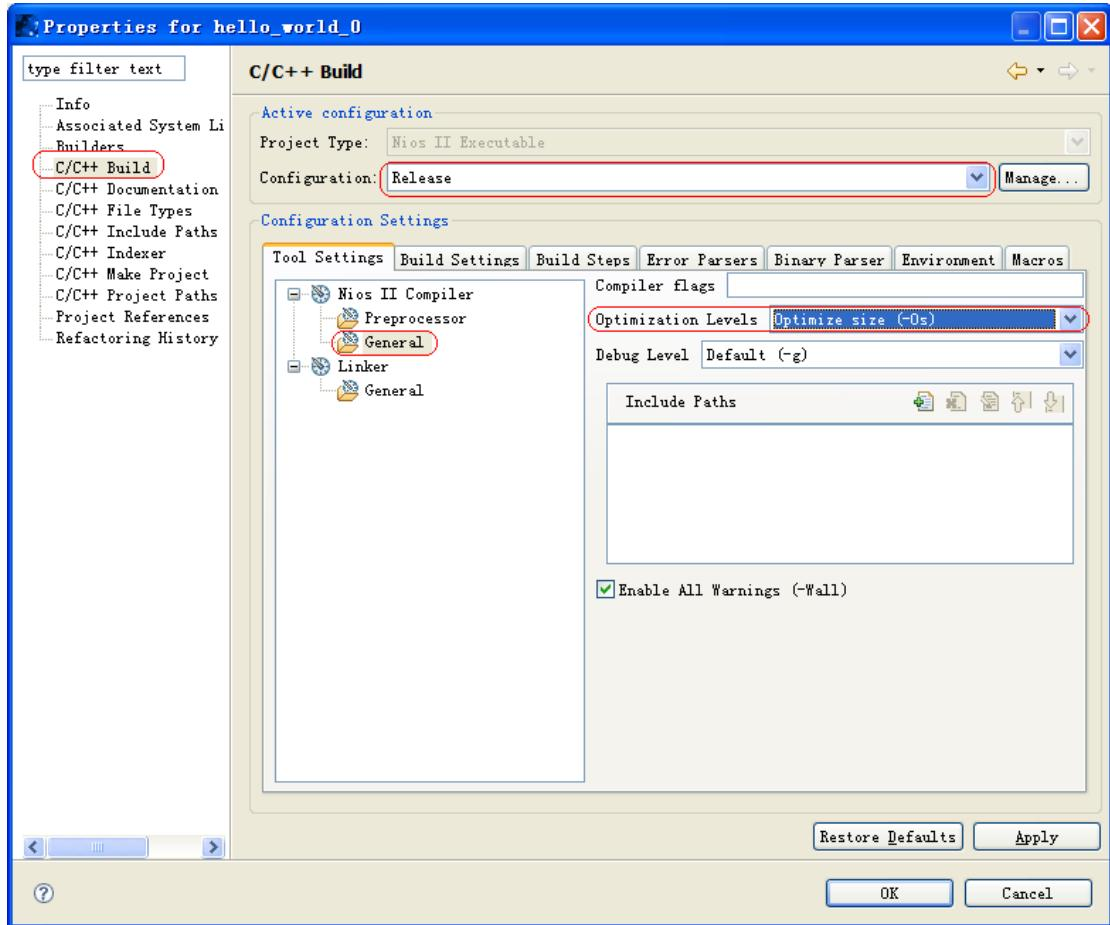

图 6-16 编译器参数
20. 依次打开两个工程(一个应用工程与一个系统库工程)的 Properties，选中 C/C++ Build 选项卡，将 Configuration 设为 Release，编译器参数设为-Os，如图 6-16。